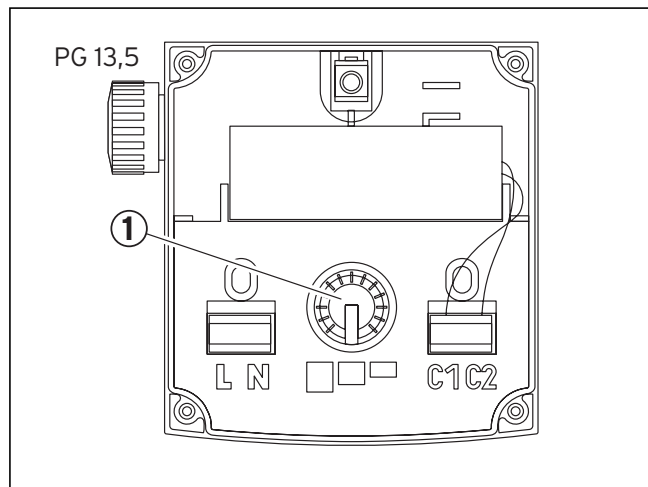

Abb. 8.2 Art.-Nr. 309442
- EM-Typen: 3-Stufen-Dreheschalter (Abb. 8.2 und 8.3, Pos. 1) im Klemmenkasten auf die gewünschte Drehzahl einstellen.